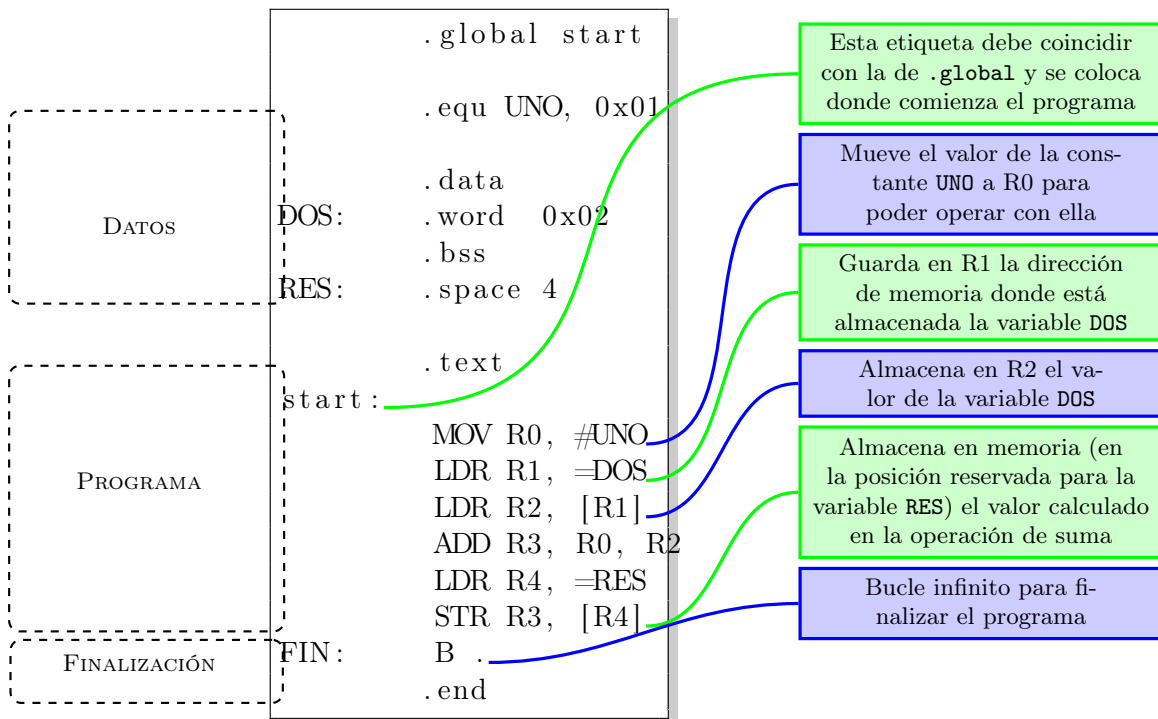

Figura 2.3: Descripción de la estructura de un programa en ensamblador: instrucciones.
- **instrucción:** el mnemotécnico de una instrucción de la arquitectura destino (algunas de las descritas en el Capítulo 1, ver figura 2.3). A veces puede estar modificado por el uso de etiquetas o macros del ensamblador que faciliten la codificación. Un ejemplo es el caso descrito en el punto anterior donde la dirección de un `load` se indica mediante una etiqueta y es el ensamblador el que codifica esta dirección como un registro base más un desplazamiento.